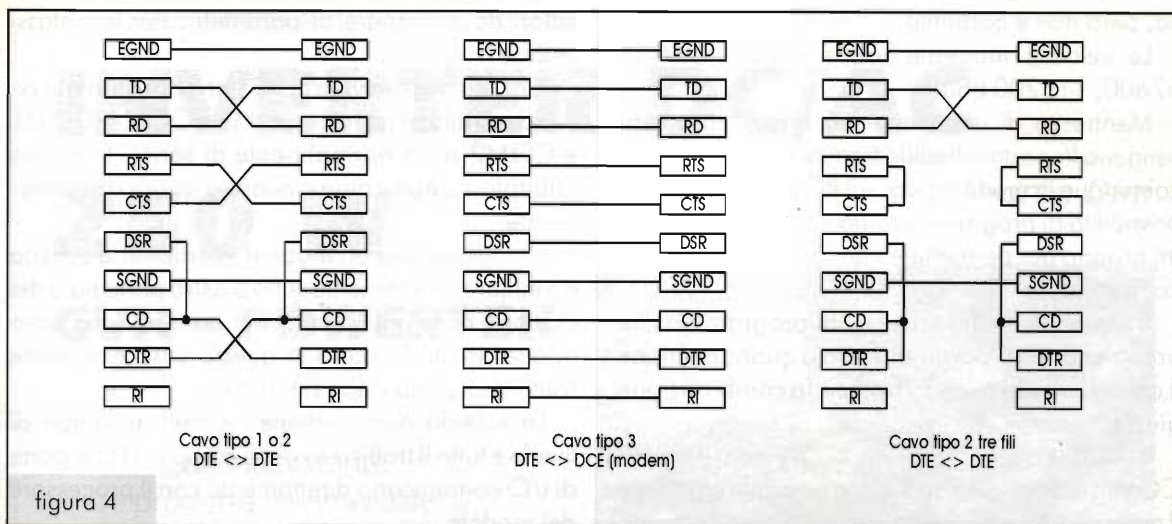

figura 4
1) Cavo DTE ↔ DTE, caso PC ↔ PC: abbiamo già detto che dovrà avere connettori femmina da ambo le parti, 7 fili più schermo oppure 8 fili. Si è visto che molti collegamenti dovranno essere "incrociati"; lo schema dei collegamenti è ricapitolato dalla figura 4 (confrontando le abbreviazioni con la tabella delle numerazioni e funzioni si otterranno i collegamenti effettivi per entrambi i tipi di connettore).